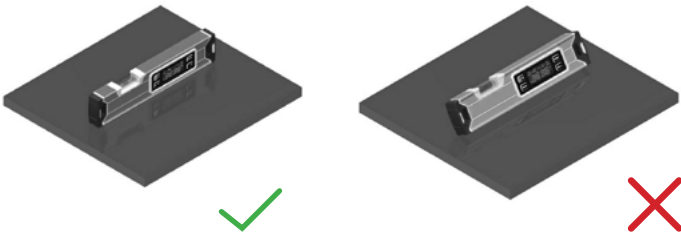

Abbildung 1
- Drücken Sie (1), um das Gerät einzuschalten. Drücken Sie (1) während 3 Sekunden, um das Gerät auszuschalten. Das Gerät schaltet sich nach 3 Minuten ohne Aktivität automatisch ab.
- Legen Sie das Gerät zum Messen auf eine ebene Unterlage (Abb. 1).
- Pulse (1) para encender el dispositivo. Mantenga pulsado (1) durante 3 segundos para apagar el dispositivo. El dispositivo se apagará tras 3 minutos de inactividad.
- Para medir, coloque el instrumento sobre una superficie plana (Fig. 1).